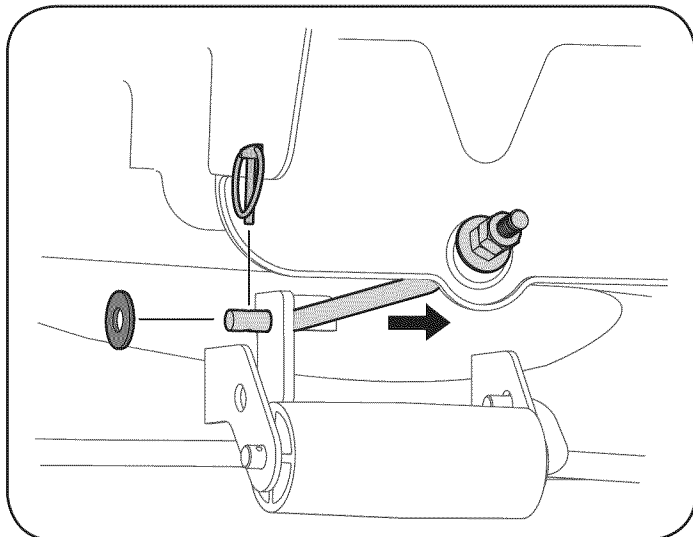

Figura 14
- Deslice suavemente la plataforma de corte hacia la parte delantera del tractor y con cuidado guíe los ganchos de la plataforma para extraerlos de la varilla estabilizadora de la plataforma. Vea la Figura 14.